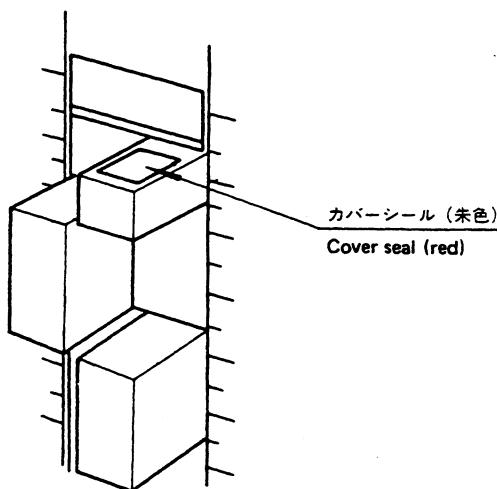

Fig. 4
(6) Blocks
- 尚、515-322の場合、測定ブロックの最上端にFig.4のような朱色のシールを貼って、この部分が測定面でないことを示しています。